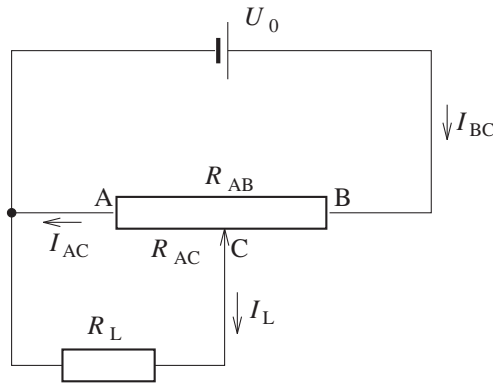

Abbildung 2: Schaltung des Spannungsteilers.
Die *Spannungsteilerschaltung* ermöglicht es, aus einer Spannungsquelle mit einer festen Spannung  $U_0$  eine wählbare Spannung zu erhalten. In Abb. 2 ist ihr grundsätzlicher Aufbau dargestellt. Die Spannung  $U_0$  liegt an den beiden Endpolen A und B eines Potentiometers an. Das Potentiometer hat noch einen dritten Pol C, der zwischen A und B verschoben werden kann. Der Widerstand  $R_{AB}$  zwischen A und B bleibt dabei immer konstant. Dagegen verändern sich die Widerstände  $R_{AC}$  und  $R_{BC}$  zwischen C und den beiden Endpunkten. Wird C näher zu A geschoben, so verringert sich der Widerstand  $R_{AC}$ . Die Summe von  $R_{AC}$  und  $R_{BC}$  bleibt jedoch erhalten und es gilt  $R_{AC} + R_{BC} = R_{AB}$ .
Zur Untersuchung des Spannungsteilers wird die Schaltung nach Abb. 2 aufgebaut und bei konstantem Lastwiderstand  $R_L$  die Spannung  $U_L$  als Funktion der Potentiometereinstellung gemessen. Dabei sollen etwa zehn verschiedene Einstellungen für das Verhältnis  $R_{AC}/R_{AB}$  verwendet werden. Bei jeder Einstellung messen Sie jeweils alle Widerstände, die in Gl. (4) auftreten (bei festen Widerständen genügt natürlich eine einzige Messung).2 Außerdem muss  $U_0$  bestimmt werden. Die Prozedur ist für verschiedene Werte von  $R_L$  zu wiederholen, wobei gelten soll:  $R_L/R_{AB} = \infty, 5, 0,5$  und  $0,05$ . Als Lastwiderstand stehen Ihnen eine Widerstandsdekade sowie einzelne ohmsche Widerstände zur Verfügung.